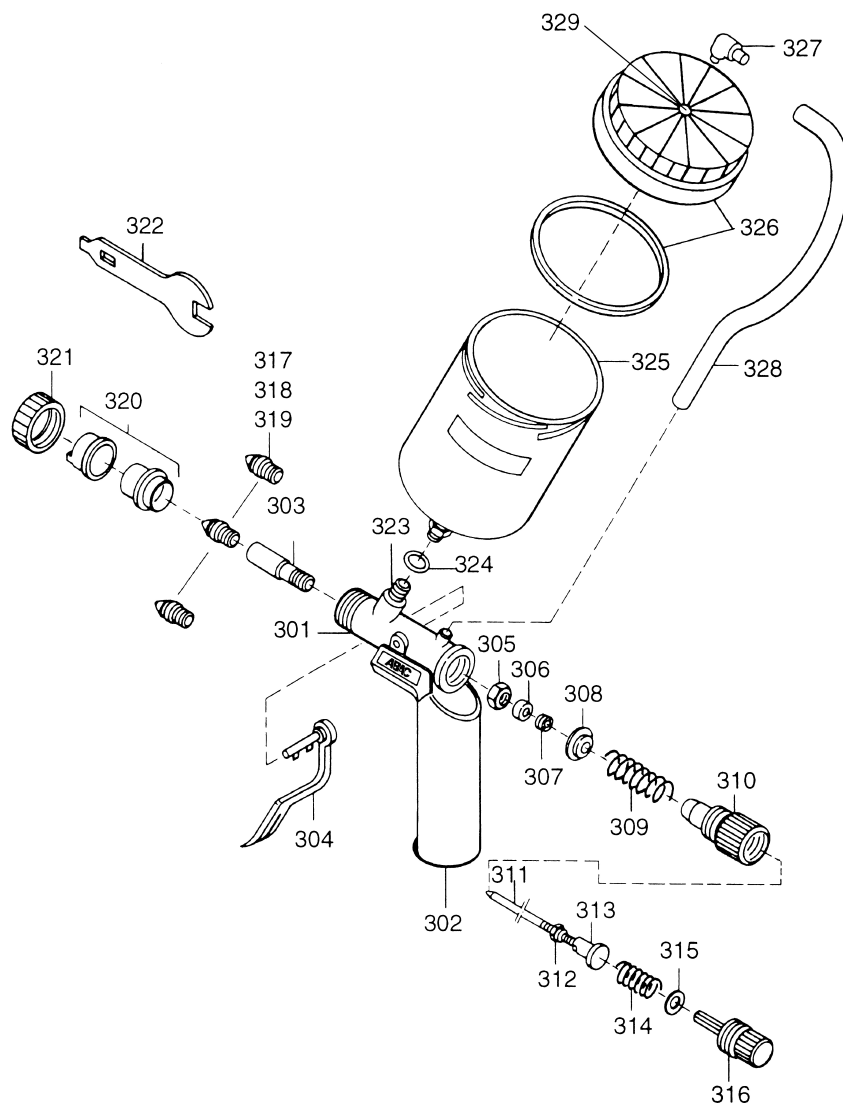
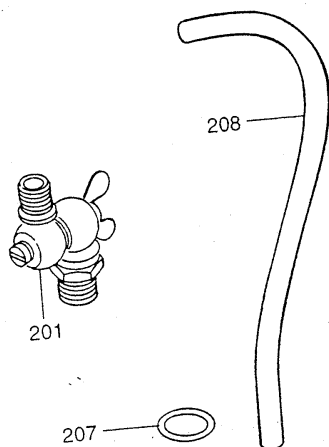
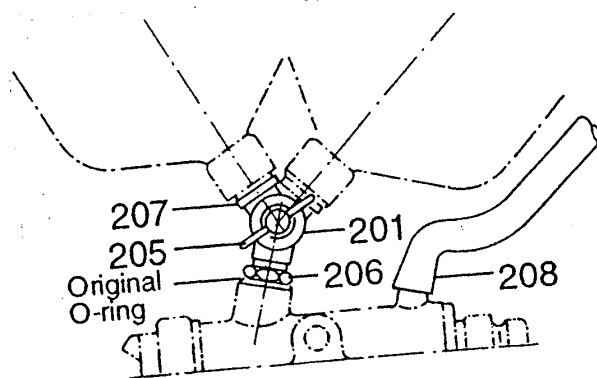
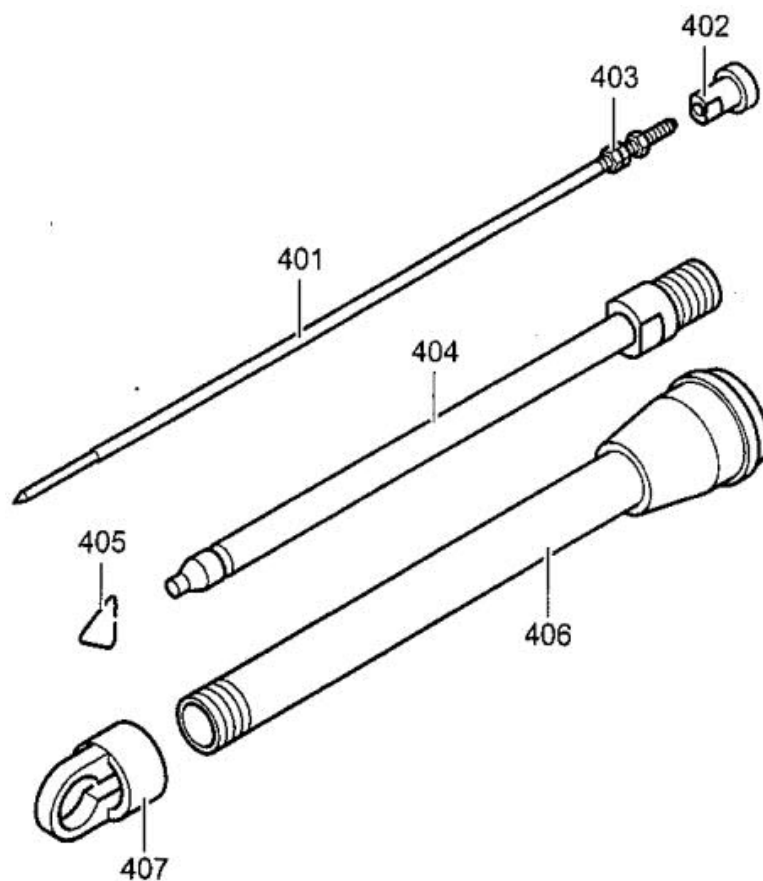

Рисунок 3
Рисунок 4
Рисунок 5
Рисунок 6
<ul style="list-style-type: none"> <li>• Регулировочная гайка (поз.312, рис. 3), устанавливаемая на иглу, занимает неправильное положение</li> </ul>	<ul style="list-style-type: none"> <li>• Выкрутите гайку и повторно установите ее таким образом, чтобы образовался требуемый зазор</li> </ul>
(идент.№ ВJ 381 000 0021) (Рисунок 3)
(идент.№ ВJ 381 000 0020) (Рисунок 3)
Шарнирный элемент (Рис.4, 5)
Удлинительная трубка (рис. 6)
## 12.1 Шарнирный элемент (см. рис. 4,5)
Для распыления в направлении «вверх», а также для покраски потолочных зон и прочих «неудобных» для нанесения покрытий элементов поверхности, рекомендуется использовать специальный инструмент – шарнирный элемент (см. рис. 4, поз. 201), который позволяет удерживать бачок для краски в вертикальном положении при изменении угла распыления. Устанавливается между корпусом пистолета и бачком для краски.
- 1) Для установки шарнирного элемента сначала демонтируйте угловую деталь (рис. 3, поз. 327) с крышки бачка для краски и отсоедините ее от напорного шланга (рис. 3, поз. 328). Затем отсоедините шланг (рис. 3, поз. 328) от корпуса пистолета (рис. 3, поз. 301). Замените шланг сжатого воздуха (рис. 3, поз. 328) на более длинный (см. рис. 4, 5, поз. 208).
- 2) При помощи гаечного ключа отсоедините бачок (рис. 3, поз. 325) от корпуса пистолета, затем отвинтите медный ниппель (рис. 3, поз. 323). Снимите уплотнительное кольцо (рис. 3, поз. 324) с ниппеля.
- 3) Демонтируйте шестигранную гайку (см. рис. 5, поз. 206) и уплотнительное кольцо (рис. 4, 5, поз. 207) со штуцера шарнирного элемента, затем снова навинтите гайку (см. рис. 5, поз. 206) на штуцер шарнирного элемента, к гайке добавьте уплотнительное кольцо (рис. 3, поз. 324), ввинтите штуцер с гайкой и уплотнением в тело корпуса пистолета. Выровняйте шарнирный элемент и затяните шестигранную гайку (см. рис. 5, поз. 206). Уплотнительное кольцо (рис. 4, 5, поз. 207) установите на противоположный штуцер в верхней части шарнирного элемента, навинтите на штуцер бачок для краски.
- 4) Установите угловую деталь (рис. 3, поз. 327) на крышку бачка для краски, соедините угловую деталь и корпус пистолета при помощи длинного напорного шланга (рис. 4, поз. 208).
**Внимание!** Поворачивайте крыльчатую гайку (рис. 5, поз. 205) осторожно, не прилагайте чрезмерных усилий, затягивайте ее до тех пор, пока бачок для краски можно поворачивать.
## 12.2 Удлинительная трубка (см. рис.6)
- 1 Демонтируйте накидную гайку (рис. 3, поз. 321) пистолета-распылителя PN 1 / PN 1A, а затем воздушную головку (рис. 3, поз. 320) с насадкой (рис. 3, поз. 317, 318, 319). Далее произведите демонтаж иглы для насадки как описано в п. 8.3.
- 2 Вставьте иглу (рис. 6, поз. 401) в пружинную втулку (рис. 3, поз. 310), затем вставьте нажимную пружину (рис. 3, поз. 314) и шайбу (рис. 3, поз. 315) и винтите регулировочную головку (рис. 3, поз. 316) в пружинную втулку (рис. 3, поз. 310). Готовую сборочную единицу вставьте в корпус пистолета-распылителя.
- 3 Винтите трубку с насадкой для распыления поз. 404 (см. рис. 6) в место установки стандартной насадки и слегка затяните.
- 4 Установите соединительную трубу (рис. 6, поз. 406) в корпус пистолета-распылителя, предварительно демонтировав устройство для изменения направления струи. Осторожно прикрутите трубу при помощи накидной гайки (рис. 3, поз. 321). Прикрутите устройство для изменения направления струи (рис. 6, поз. 407), аккуратно затяните таким образом, чтобы его можно было повернуть в любое необходимое для распыления положение.
5 После сборки удлинительной трубки и пистолета-распылителя убедитесь, что курок (рис. 3, поз. 304) по-прежнему имеет свободный ход. Он не должен касаться передней части корпуса пистолета-распылителя, в противном случае не произойдет плотного закрытия иглы насадки. Свободный ход курка может быть увеличен путем изменения положения (подстройки) самоконтрящейся шестигранной гайки (рис. 6, поз. 403), смонтированной на игле насадки.